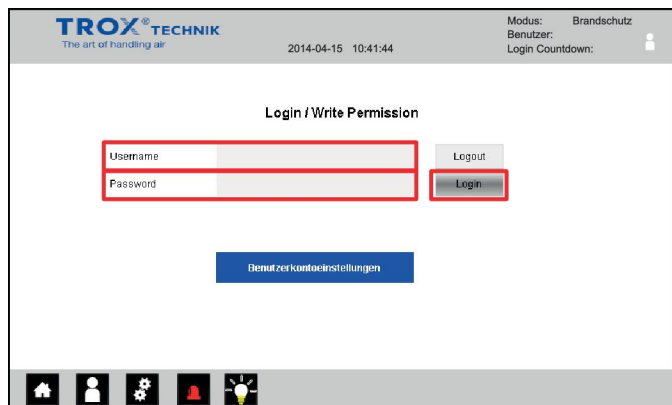

Abb. 17: Benutzernamen und Passwort eingeben
- ▶ Das Eingabefeld „Username“ ( Abb. 17 ) markieren, Benutzernamen eingeben und mit „Enter“ bestätigen.
- ▶ Das Eingabefeld „Password“ ( Abb. 17 ) markieren, Passwort eingeben und mit „Enter“ bestätigen.
- ▶ Die Schaltfläche „Login“ ( Abb. 17 ) drücken.